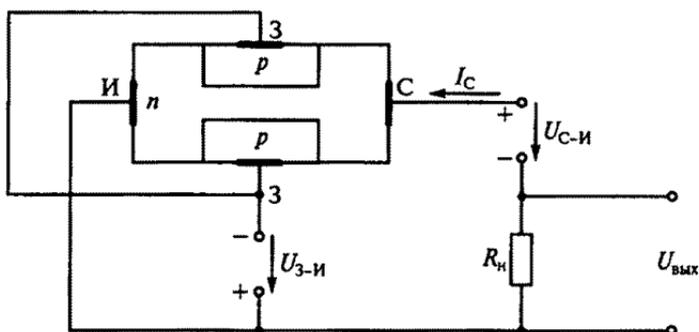

Рис. 185
7.24. В каком направлении включены $p-n$ -переходы затвора полевого транзистора на рис. 185?